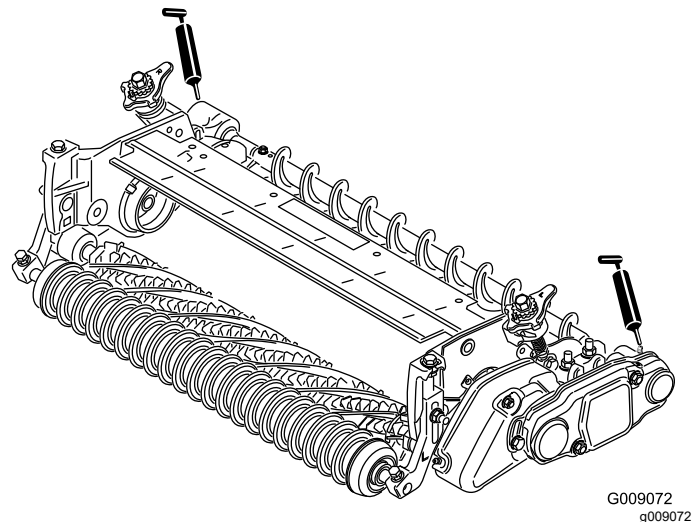

**Figura 34**
26. Deslize a cobertura da correia para os parafusos de montagem e fixe-a com 2 porcas flangeadas (Figura 34).